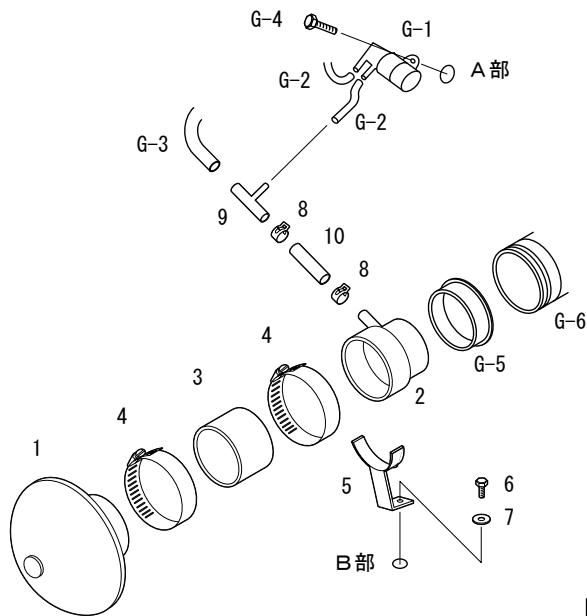
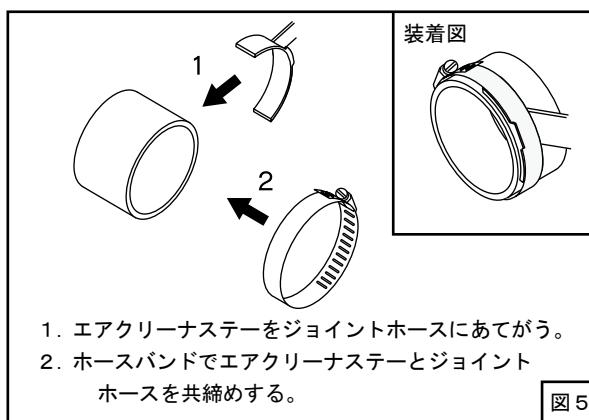

図4
図5
- (3) キットパーツを仮付けしてください。(図4、図5)
- (4) ACVホース、アイドルUP用ホースを配管してください。(図4)